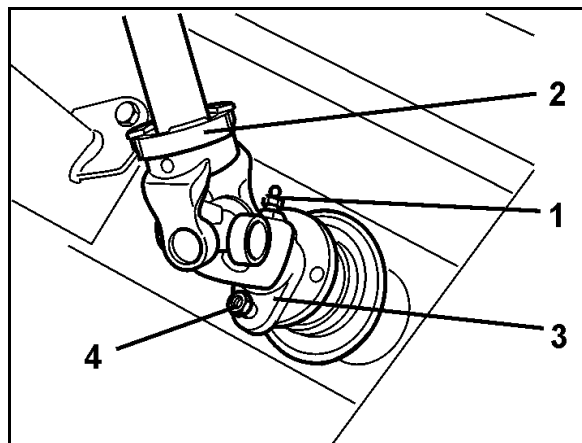

Fig. 92
2. Løsn smøreniplen (Fig. 92/1) i koblingsnavet (Fig. 92/3 Fig. 922) på kraftoverføringsakslen.
3. Fjern brydebolten (Fig. 92/4) mellem kraftoverføringsakslens gaffelflange og flangen til gearrets indgangsaksel.